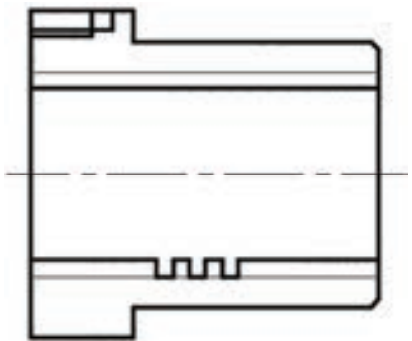

图 8-96 修剪结果
21) 修剪图形。单击“修剪”按钮 ，修剪结果如图 8-96 所示。